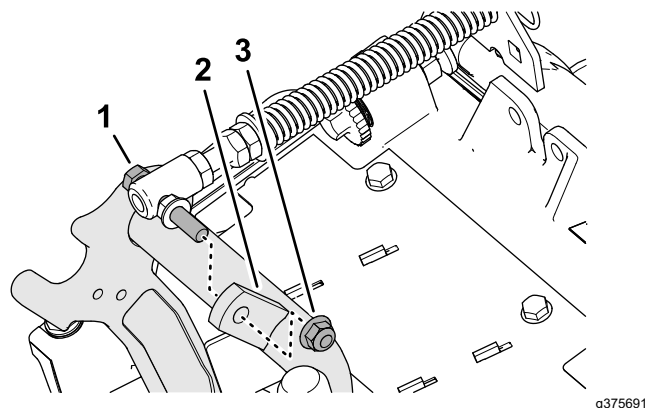

Figura 19
3. Îndepărtați contrapiulia cu guler ($\frac{3}{8}$ ") care fixează dopul filetat al arcului de compensare pentru gazon pe umărul drept al cadrului de susinere i îndepărtați arcul de compensare de pe unitatea de tăiere (Figura 19).